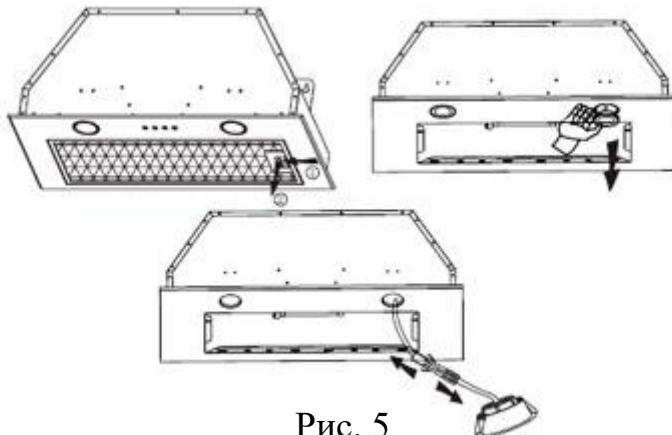

Рис. 5
- Сначала снимите фильтр. Выключите подсветку и демонтируйте крепление ламп. Затем с помощью отвертки открутите два винта на панели и снимите панель. Смотрите рис. 5.